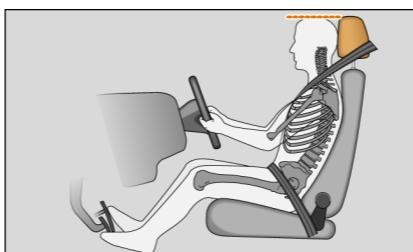

图 193 正确调整驾驶员头枕
- 调节好头枕，使头枕的上沿与头顶成一条线 ⇒ 第 152 页，图 193。